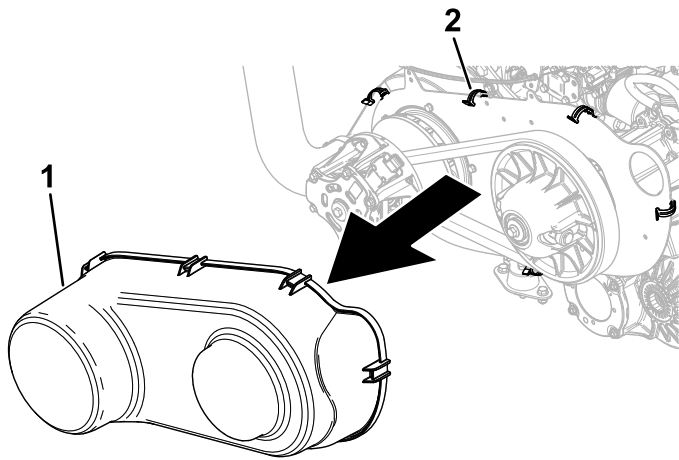

Figure 93
5. Débloquez les 6 clips élastiques qui fixent le protège courroie et déposez celui-ci (Figure 93).
8. Reposez le protège-courroie (Figure 93).
10. Reposez le protège-courroie (Figure 93).